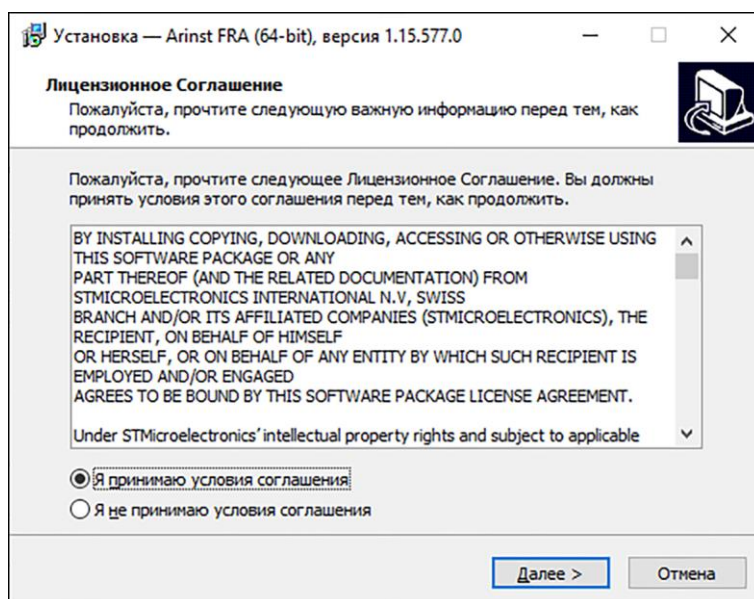

Рисунок 7.5 – Лицензионное соглашение
7.5. Внимательно ознакомьтесь с условиями лицензионного соглашения. Для дальнейшей установки приложения примите условия лицензионного соглашения и нажмите кнопку **Далее** (Рисунок 7.5).